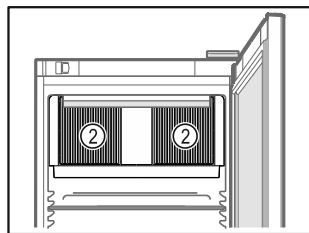

Fig. 79
- ❑ Не закрывайте вентиляционную щель Fig. 79 (2) вентилятора циркуляционного воздуха во внутренней камере.